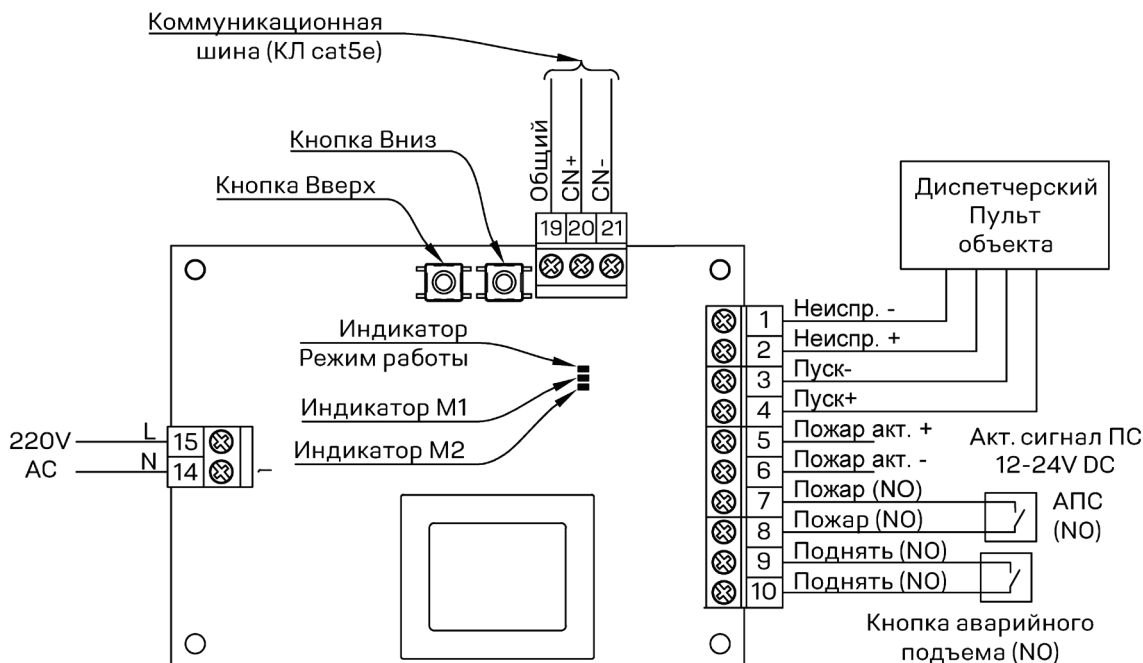

Рис.1. Схема подключения  NRD-04 2204AC (мастер устройство)
- 1) Подключите привода и питание прибора, прочие кабельные линии согласно схеме подключения (рис. 1);